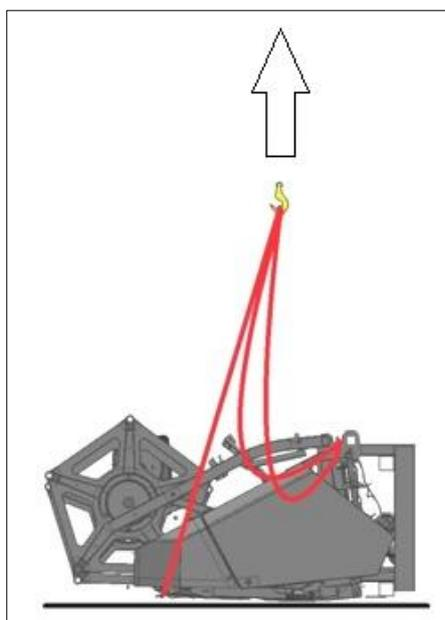
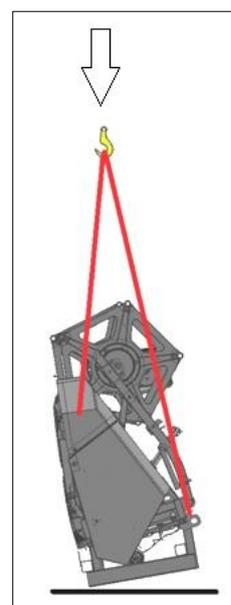

Рисунок 7.12
Рисунок 7.13
1) Установить четыре стропы (длина строп указана на рисунке 7.11). **ВАЖНО:** Передние стропы определены более короткими, что в процессе поднятия жатки, позволяет поднимать сначала переднюю часть жатки, затем заднюю часть, постепенно изменяя угол к горизонту. Таким образом жатка совершает поворот относительно задней нижней трубы подставки на $\approx 80^\circ$ (рисунок 7.12). При медленном опускании жатки вниз, это позволяет установить жатку в вертикальное положение (рисунок 7.13).
2) Застропить жатку, медленно поднимая её вверх, следя за тем, чтобы стропы не касались деталей жатки во избежание перетирания и обрыва (см. рисунок 7.12);
3) Установить жатку на ровную поверхность (см. рисунок 7.13).